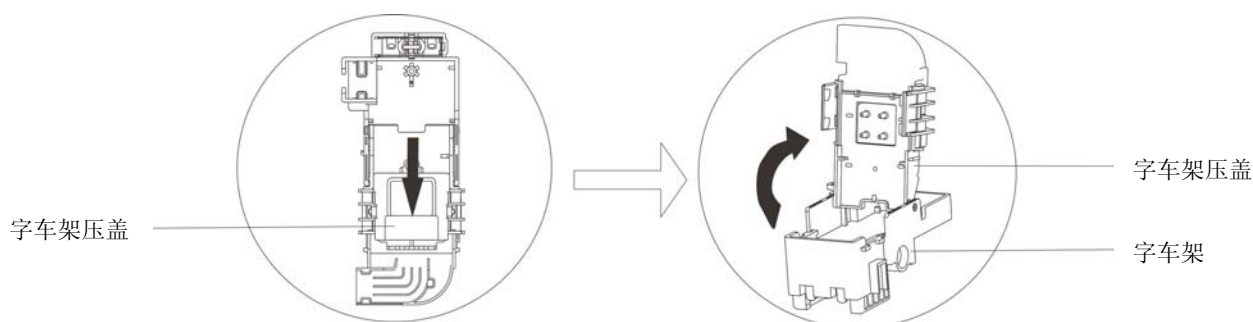

图 A-6 解锁并打开字车架压盖
- ④ 将字车架压盖按箭头方向推解锁并向上打开（如图 A-6 所示），取出旧喷头。